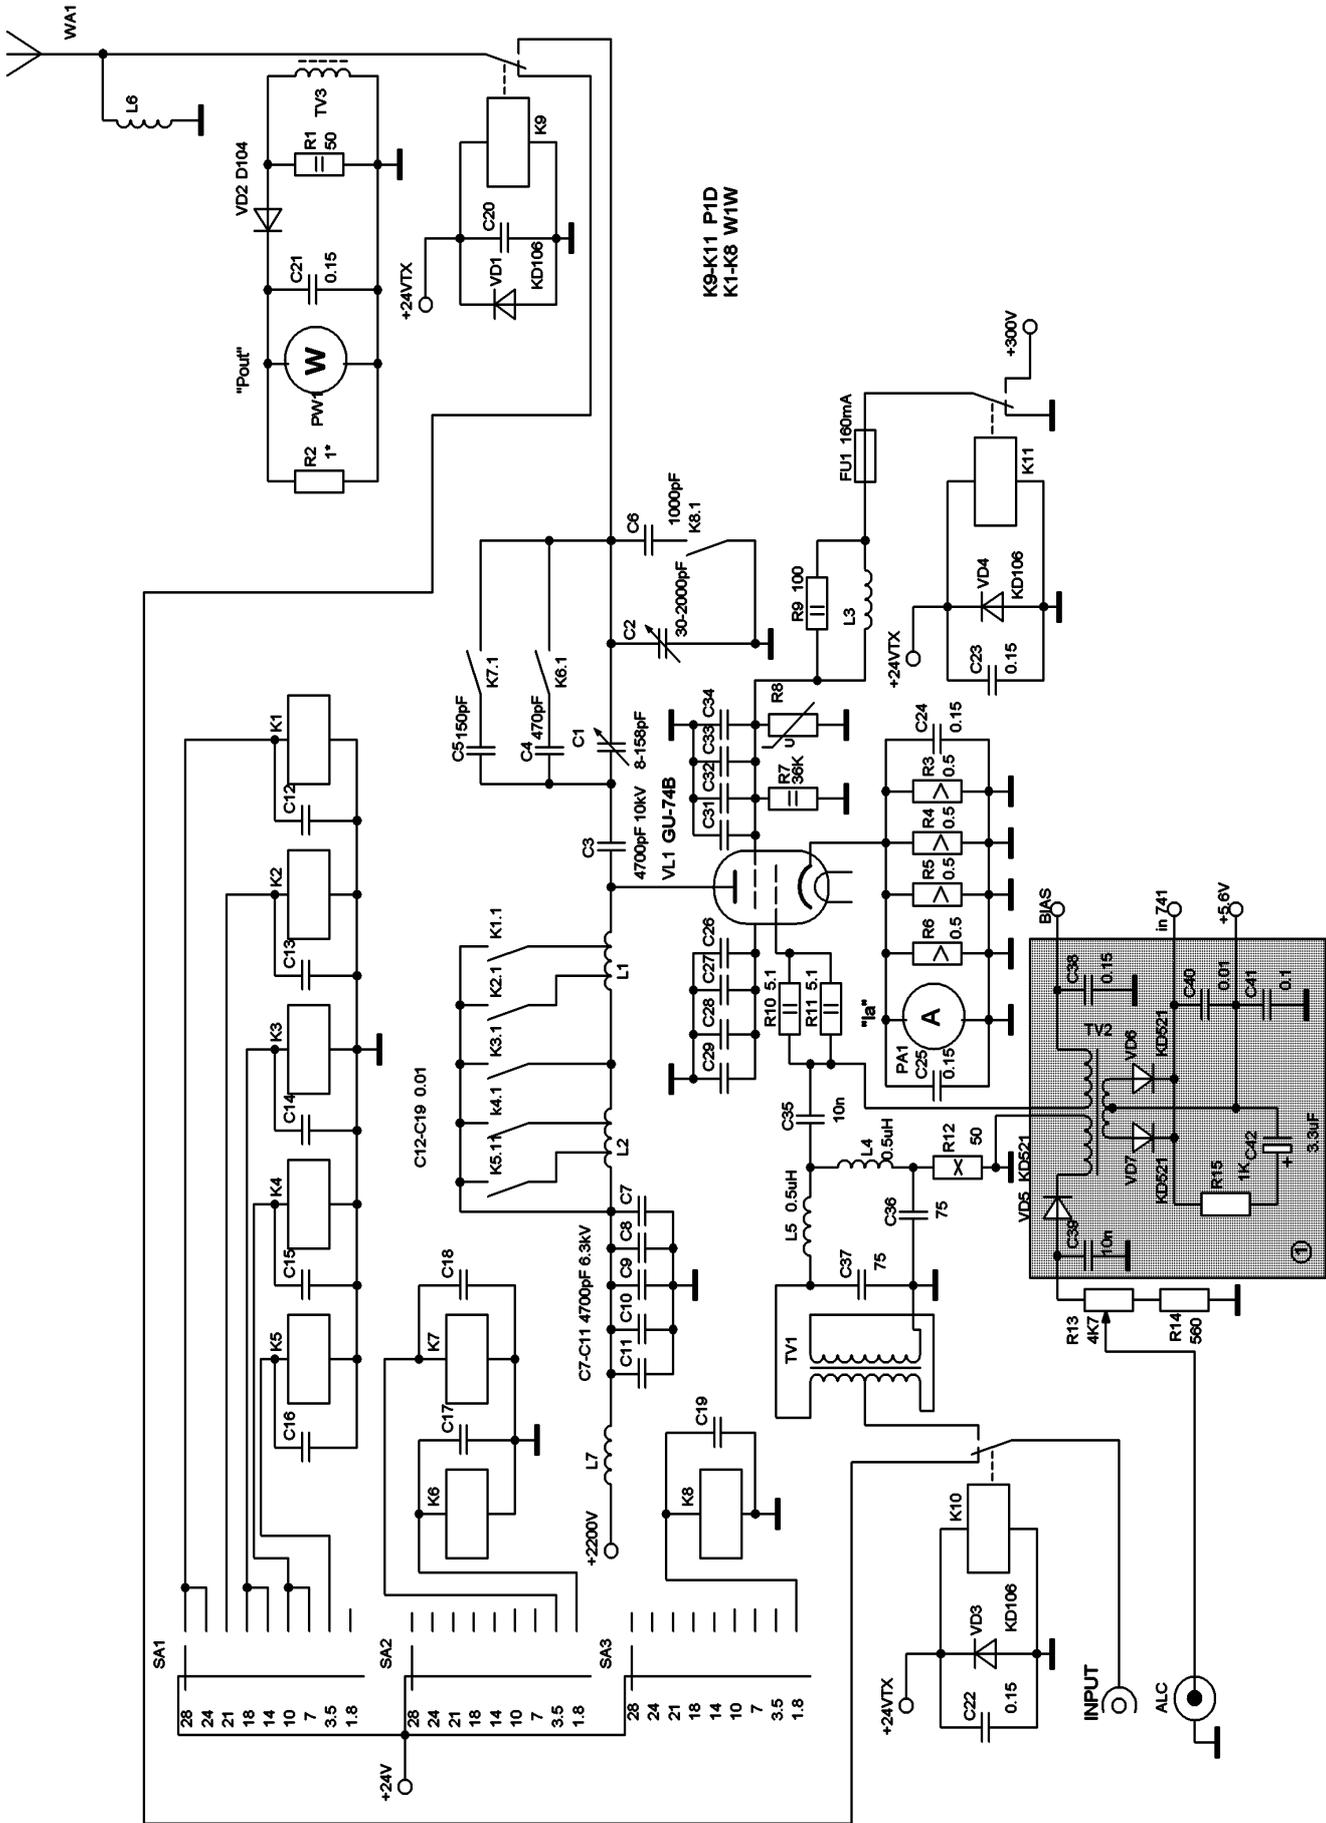
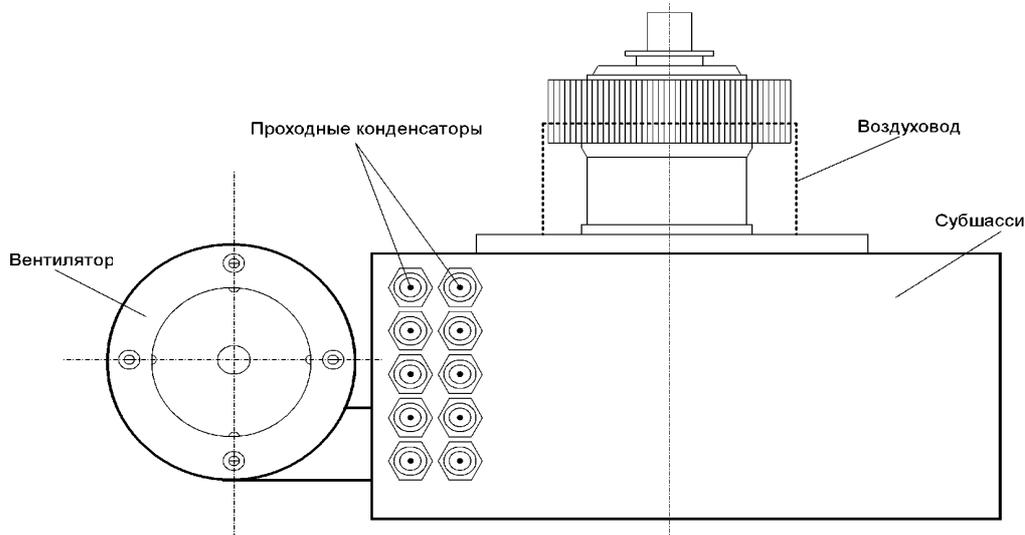
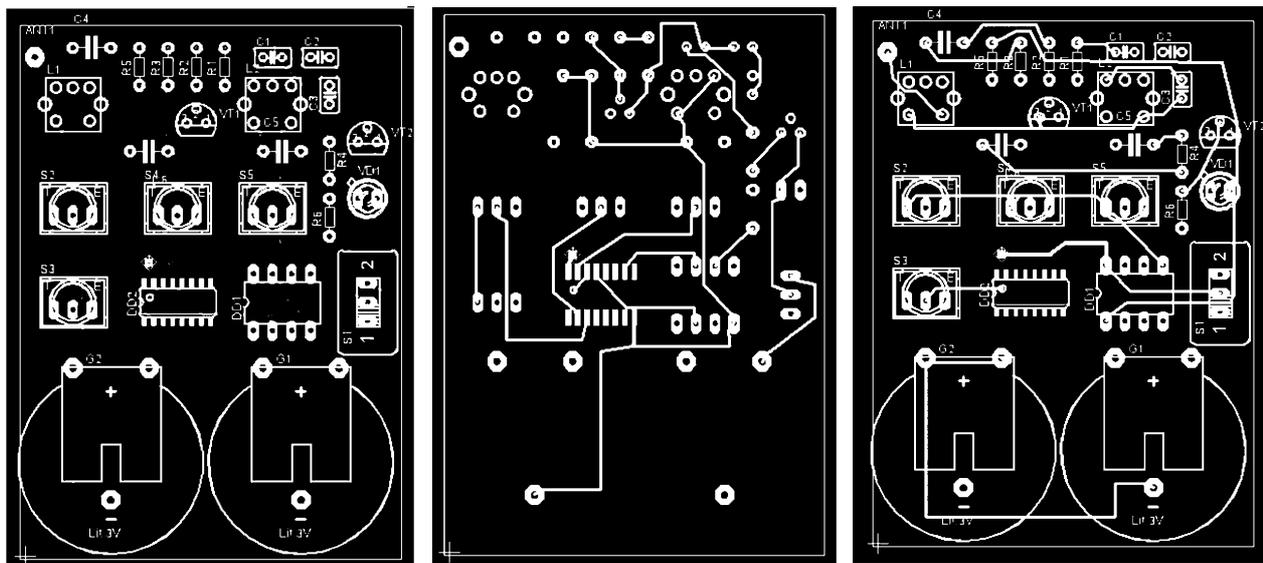

рис. 1
**рис.3**
рис.2
На рис. 1 и рис. 2 показаны соответственно принципиальные схемы описываемого усилителя мощности на тетроде ГУ-74Б и блока питания к нему. Рассмотрим подробнее процессы, происходящие в цепи экранной сетки тетрода, и прежде всего динаatronный эффект. При работе лампы некоторое количество электронов, летящих от катода к аноду, перехватывается экранной сеткой и поступает в цепь ее питания, образуя положительный ток. Часть этих электронов выбивает из поверхности сетки так называемые вторичные электроны, образующие отрицательный ток сетки, который, попадая во внешнюю цепь, увеличивает ее напряжение. Увеличившееся напряжение сетки приводит к еще большей эмиссии вторичных электронов и увеличению напряжения экранной сетки. Этот разрушительный процесс развивается столь стремительно, что наш мозг не успеет сообразить, что происходит, а рука дотянется до нужного выключателя. Поэтому лучшим решением данной проблемы является применение быстродействующей электронной защиты, реагирующей на ток экранной сетки и его поведение в процессе работы усилителя.
Цепь питания экранной сетки содержит резистор утечки R7, варистор R8, дроссель L3 и предохранитель FU1 (рис. 1). В первый момент при возникновении динаatronного эффекта резистор R7 “пытается спасти ситуацию” и снизить увеличивающееся напряжение в цепи сетки. Иногда он справляется с этим, но крайне редко. Когда напряжение на экранной сетке достигает величины 320 В, вступает в работу варистор R8: он открывается, соединяя цепь сетки с корпусом. При этом перегорает предохранитель FU1. С целью уменьшения вероятности возникновения динаatronного эффекта применена коммутация напряжения экранной сетки, осуществляемая с помощью вакуумного реле K11. Реле подает напряжение на сетку в режиме передачи и замыкает цепь сетки на корпус в режиме приема.
Для этого в усилителе применена быстродействующая электронная защита (рис. 2) на оптопаре АОТ128, тиристоре КУ101 и трех транзисторах: КТ203, КТ209 и КТ816. Она контролирует ток экранной сетки и при превышении установленного порога отключает анодное напряжение +2200 В и напряжение коммутации +24ВТХ. При этом светится светодиод “FAULT” на передней панели усилителя. После устранения причины срабатывания схемы аварийного отключения для возвращения защиты в исходное состояние достаточно нажать кнопку “RESET”. Мостовой выпрямитель BR позволяет схеме реагировать как на положительный, так и на отрицательный ток сетки. Оптопара передает сигнал, соответствующий величине тока сетки, в схему управления на тиристоре VS1, который через транзисторы VT6 и VT7 включает реле K5. Реле коммутирует напряжение +24 В, которым с помощью реле K1 включается и выключается высокое напряжение +2200 В.
Система защиты и стабилизатор напряжения экранной сетки смонтированы на печатной плате размерами 140x90 мм. Транзистор IRF840 установлен на радиаторе. Остальные узлы блока питания (рис. 2) также размещены на печатных платах такого же размера и расположены друг над другом в отсеке блока (рис. 3). Это касается стабилизатора напряжения управляющей сетки (плата 3), источников питания +38 В, +24 В (плата 5), –80 В, +340
В источнике питания используются два тороидальных трансформатора (рис.3): TV2 мощностью 1200 Вт и с напряжением на вторичной обмотке ~1800 В и TV3 мощностью 200 Вт и с переменными напряжениями на вторичных обмотках 235, 70, 20, 29 и 13 В. Трансформатор TV1 работает в сетевом фильтре, который препятствует проникновению ВЧ напряжений в сеть ~220 В. Трансформатор TV2 включается в сеть с помощью реле K1, которое также отключает его от сети в случае аварии.
Конденсаторы C26–C34 (рис. 1) конструктивные, они смонтированы в панель лампы ГУ-74Б. Однако встречаются панели, где такие конденсаторы отсутствуют. Поэтому перед установкой панели необходимо убедиться в наличии этих конденсаторов и в случае отсутствия установить их равномерно по кольцу экранной сетки. Общая емкость конденсаторов должна быть не менее 20000 пФ.
Конструктивно усилитель размещен в прямоугольном корпусе с габаритными размерами 360x170x380 мм. Корпус разделен пополам экранирующей перегородкой (рис.3). В правой части расположены источники питания, в левой – усилитель.
**Конструкция передатчика.** Печатную плату размерами 62x80 мм (рис.2) изготавливают из двустороннего текстолита. Кнопки S2, S3 – соответственно вверх, вниз; кнопки S4, S5 – влево, вправо. Микросхема DD2 имеет планарное исполнение и паяется выводами поверх платы. На рис.2,в показана разводка платы снизу (в зеркальном отражении), на рис.2,б – разводка платы сверху. На плате необходимо пропаять две перемычки насквозь